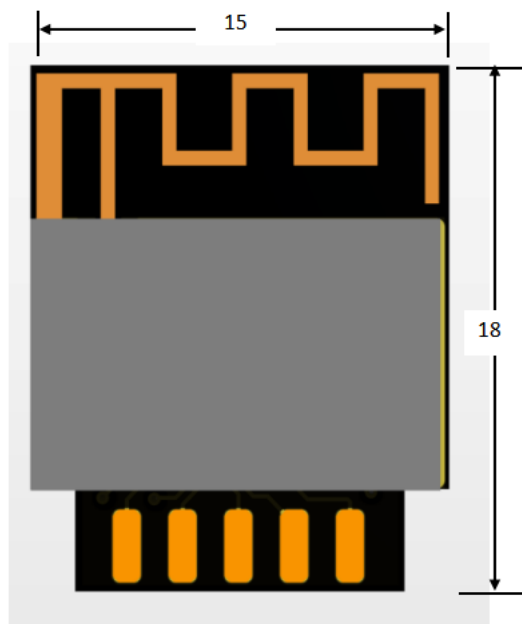

图 6-1 机械尺寸图
- 检查湿度卡（如图 6-1）：显示值应少于 20%(蓝色)；如  $> 30\%$ (红色)，表示模块已吸湿气